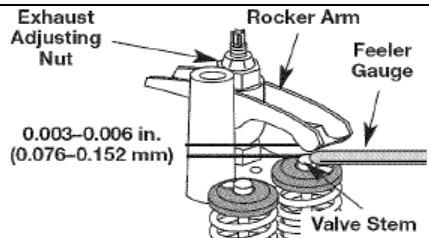

Рис. 30
7. Поместите щуп между коромыслом и возвратной пружиной клапана. Определите значение зазора между штоком клапана и коромыслом (Рис.30). Замеры проводятся как на впускном, так и на выпускном клапане.
- a поверните регулировочную гайку при использовании ключа размером 5/16 дюйма или накидной головки (Рис. 30);